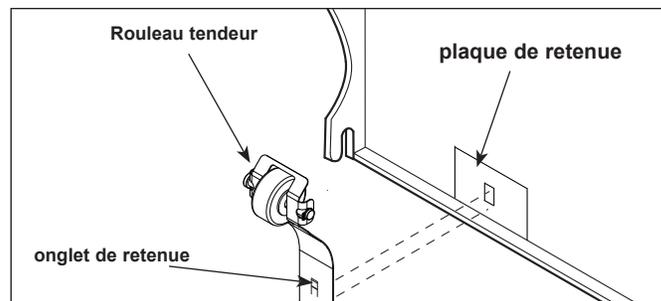

Figure 15. Remplacement du rouleau tendeur
1. Appuyez sur la languette de retenue du tendeur. (Figure 15).